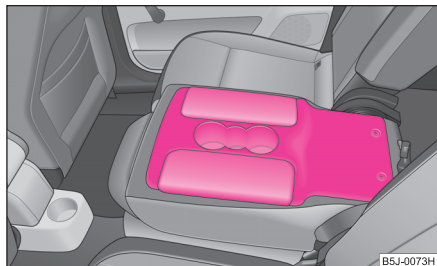

Fig. 58 Sièges AR:
- Vous pouvez rabattre le dossier central vers l'avant ⇒ page 60, « Rabattre les sièges » et vous en servir comme accoudoir ou comme tablette avec porte-gobelets ⇒ fig. 58.